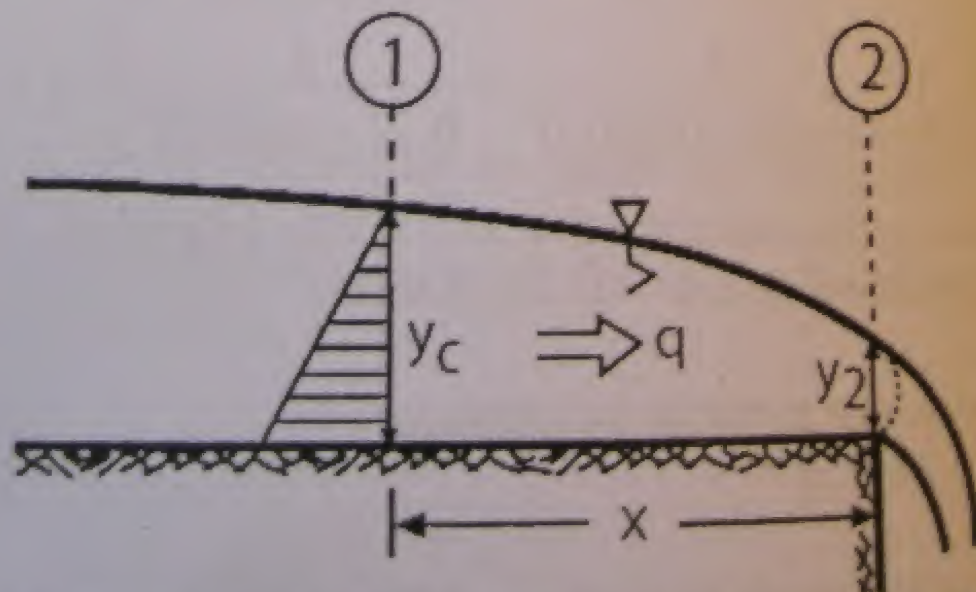

Figura 29. Perfil longitudinal de un canal
67. Por la aplicación de la cantidad de movimiento, determinar el tirante que se presenta en la sección final de un canal rectangular horizontal, a partir de la cual se inicia una caída libre, ver figura 29. Suponer para ello que en dicha sección la presión en el fondo es cero y que la sección crítica se presenta a una distancia x hacia aguas arriba.